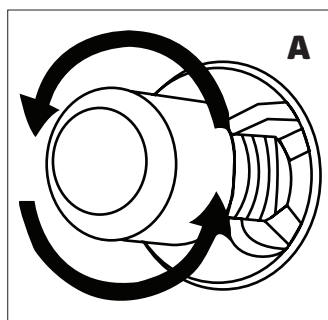
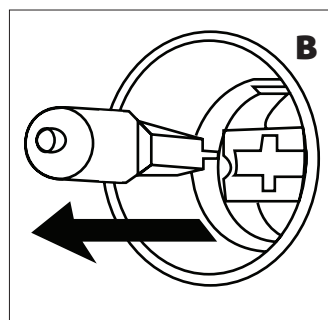

Figure 30
Figure 31
3. Retirez ensuite l'ampoule en la tournant (Voir figure 30) si elle est de type **A**, ou en la tirant (Voir figure 31) si elle est de type **B**.